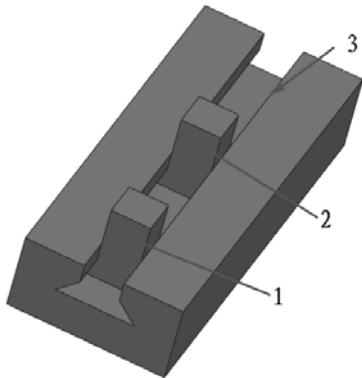
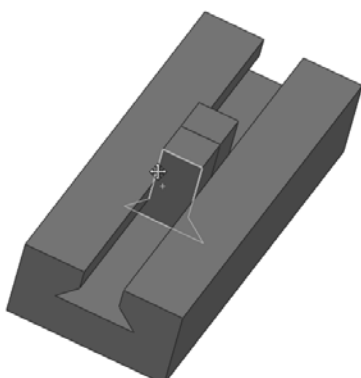
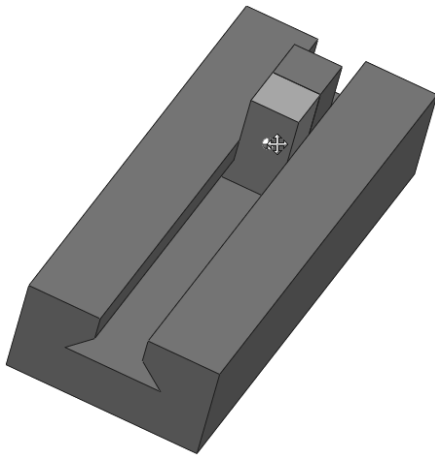

图 11-33 打开的文件实体
图 11-34 碰撞检查时的装配体
图 11-36 物理动力学检查时的装配体
(4) 拖动如图 11-33 所示的零件 2 向零件 1 移动，在碰撞零件 1 时，零件 2 会停止运动，并且零件 2 会亮显，碰撞检查时的装配体如图 11-34 所示。
(6) 拖动如图 11-33 所示的零件 2 向零件 1 移动，在碰撞零件 1 时，零件 1 和 2 会以给定的力一起向前运动。物理动力学检查时的装配体如图 11-36 所示。
(1) 打开装配体如图 11-33 所示。
(2) 单击“装配体”工具栏中的（移动零部件）按钮，系统弹出“移动零部件”属性管理器。
(3) 勾选“动态间隙”复选框，在（所选零部件几何体）列表框中选择如图 11-33 所示的撞块 1 和撞块 2，然后单击“恢复拖动”按钮。动态间隙设置如图 11-37 所示。
(4) 拖动如图 11-33 所示的零件 2 移动，则两个撞块之间的距离会实时的改变，动态间隙图形如图 11-38 所示。